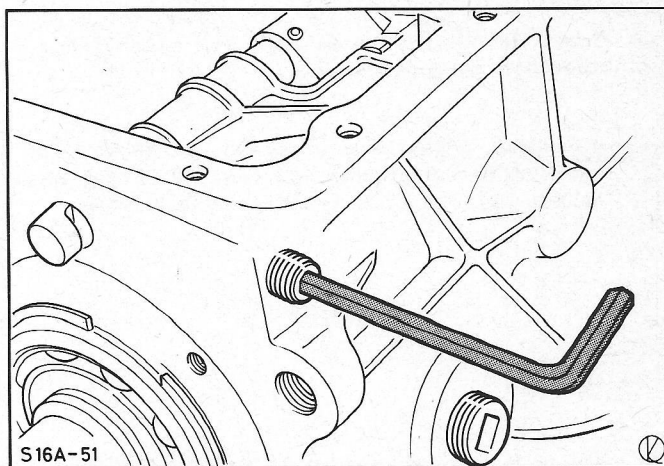

Fig. 33 Arreteerstift met veer aanbrengen.
55. Breng de arreteerstift met de veer opzij in het versnellingsbakhuis aan en zet de opsluitbout vast, fig. 33.